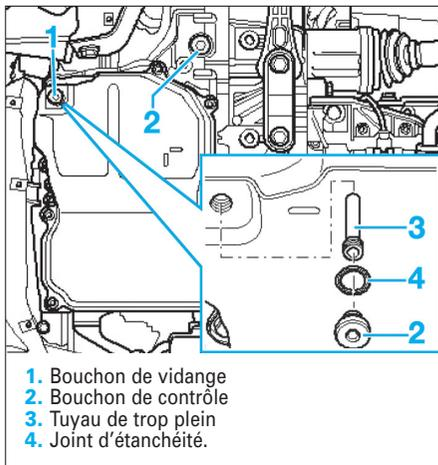

Fig. 5
- Déposer le bouchon de vidange (1) du carter et laisser s'écouler l'huile (Fig.5).